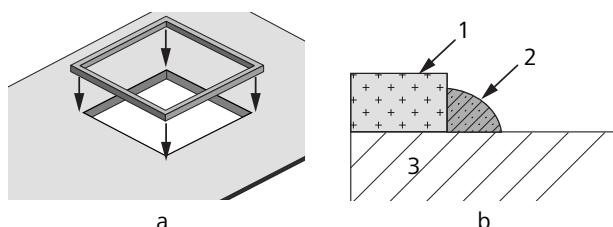
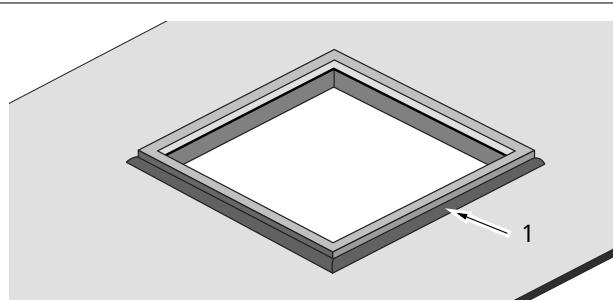

Fig. 14 CTT35 Montage du joint sur une découpe 360 x 360 (sans cadre adaptateur)
Fig. 15 Application du mastic d'étanchéité (uniquement applicable aux joints sur découpe 360x360, sans cadre adaptateur)
- Décollez le papier de protection et collez le joint sur le toit (découpe 360 x 360). Voir Fig. 14-a et b.
- Appliquez du mastic d'étanchéité autonivelant pour toits de véhicules de loisir autour du joint pour empêcher toute fuite. Voir Fig. 14-b et Fig. 15.